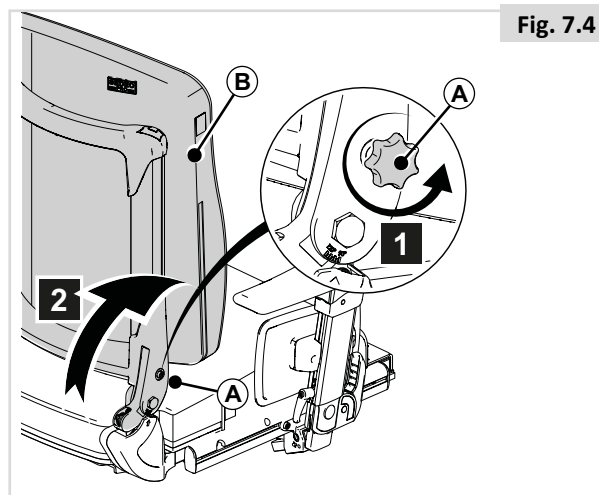

Fig. 7.4
7.3 Rücken mit Schnellverschluss nach unten klappen (Fig. 7.4)